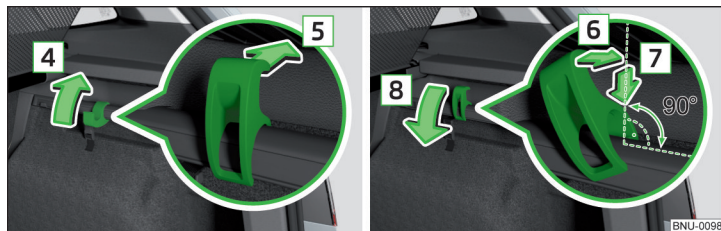

Fig. 141 Retirar/colocar el gancho
- Plegar el gancho en el sentido de la flecha **4** en la posición vertical » fig. 141.
- Colocar el gancho en el sentido inclinado sobre el listón de fijación y ajustarlo recto en el sentido de la flecha **6** » fig. 141.